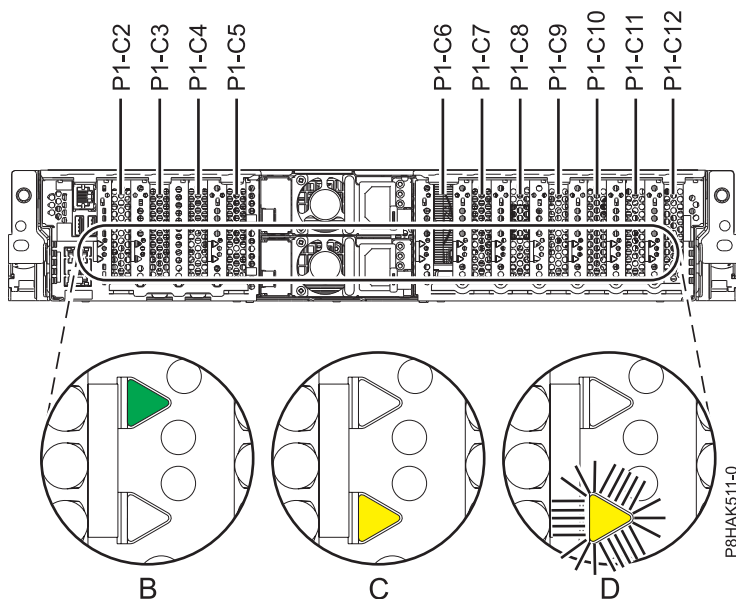

Figura 19. Ubicacions de les ranures d'adaptadors PCIe i ubicacions dels LED en un sistema 5148-21L, 5148-22L, 8247-21L, 8247-22L, 8284-21A, o 8284-22A
Si esteu prestant servei a un adaptador PCIe que ha fallat, busqueu el LED de color ambre que parpelleja de l'adaptador PCIe que ha fallat i que havíeu definit perquè parpellegi al pas on s'identificava la peça que fallava. Consulteu la Figura 19 a la pàgina 34 que mostra l'estat dels LED. Fixeu-vos que el LED ambre de l'adaptador PCIe que ha fallat estigui **Parpellejant**, tal com es mostra a **(D)** a Figura 19 a la pàgina 34.
**Atenció:** Si l'adaptador PCIe funciona correctament, el LED d'activitat estarà **actiu** (verd) i el LED ambre d'error estarà **inactiu**, tal com es mostra a **(B)** a Figura 19 a la pàgina 34. No intenteu extreure el adaptador PCIe que està en funcionament.